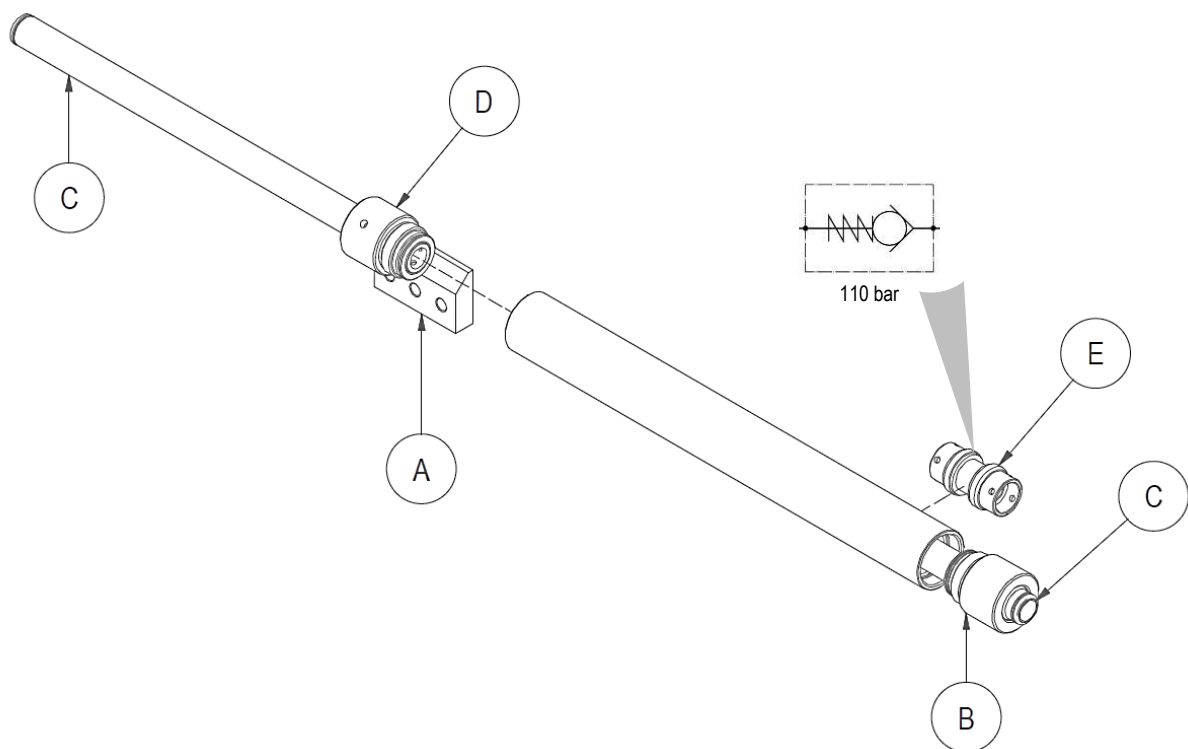

Figura 30
1. Sujete el platillo **A** en un tornillo de banco (mira *Figura 30*).
2. Con una llave de sector 35-50, desenrosque el tapón **B** . Para quitar el tapón del vástago, quítela del extremo **C** (mira *Figura 30*).
3. Bloquear el cilindro en un tornillo de banco con mordazas blandas (teniendo cuidado de no deformar el revestimiento) y con la ayuda de una llave de sector 35-50 desenroscar el tapón **D**. En caso de dificultad, utilizar un martillo de goma en el platillo **A** (mira *Figura 30*).
4. Para quitar la válvula interior **E** utilice un vástago simple para sacarla. Preste atención a la dirección de la valvula para el posterior montaje (mira *Figura 30*)
1. Lleve los tapones a aproximadamente la mitad de los vástagos insertándolos desde arriba (extremo **C**) para evitar dañar las juntas e inserte la válvula en el medio del cilindro (mira *Figura 30* a pag.36).
2. Inserte el tapón (con su vástago insertado) **D** aplicando un bloqueador de hilos de resistencia media (tipo LOXEAL 5503) (mira *Figura 30* a pag.36).
3. Atornillar el tapón **B** (con su vástago insertado , mira *Figura 30* a pag.36).
Para reemplazar las juntas internas de los tapones (sello de varilla y anillo raspador), tenga cuidado de no dañar el asiento de inserción. Utilice un destornillador de cabeza plana que opere desde el exterior (cerca del extremo **C**, mira *Figura 30* a pag.36).